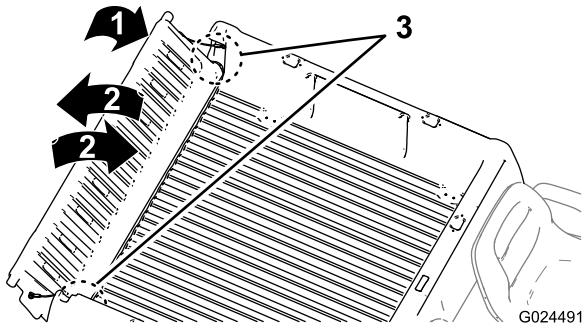

Bild 12
2. Drehen Sie die Heckklappe auf eine ungefährre Stellung von 45° (Bild 12).
3. Drehen Sie die Heckklappe mehrmals mit kurzen, schüttelnden Bewegungen (Bild 12).